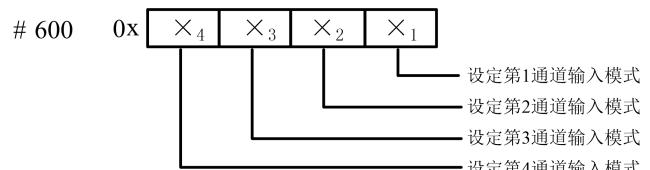

图 2-1 模式设定单元与通道对应关系
4. BFM#600：输入模式设定单元。用于设定第 1 通道到第 4 通道的输入模式。具体对应关系如图 2-1 所示。